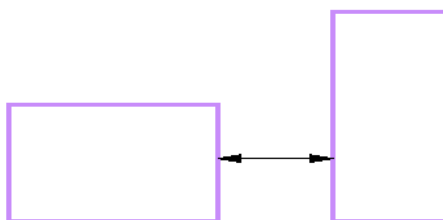

Рисунок 2.2 – Пример правила: расстояние между элементами слоя
- расстояние между элементами слоя (либо слоев) (Рисунок 2.2);